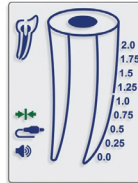

Afb. 2
5.2.2. Wanneer de batterij bijna leeg is, verschijnt er een knipperende Batterij leeg op het scherm (Afb. 2). Endo-Eze™ Find® zal met een bijna lege batterij blijven werken, maar de batterij moet worden vervangen voordat het helemaal leeg is.